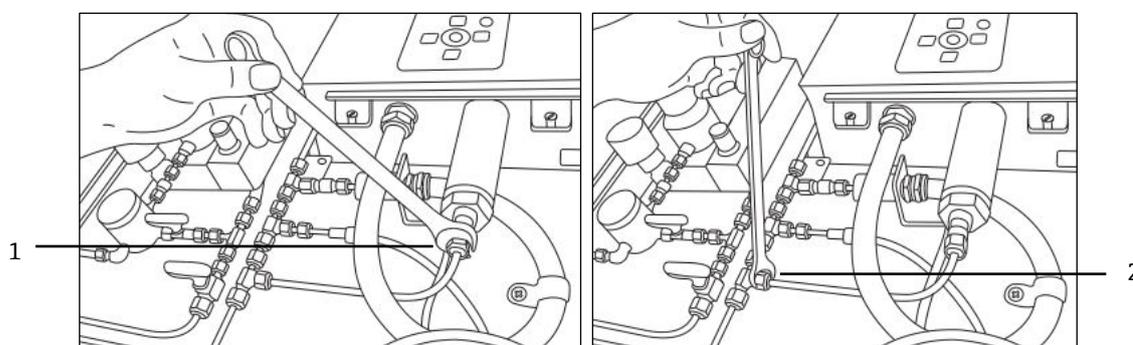

Figure 80. Démontage des écrous Swagelok
3. À l'aide de la même clé, desserrer l'écrou Swagelok sur le raccord en té. Voir la figure 80.